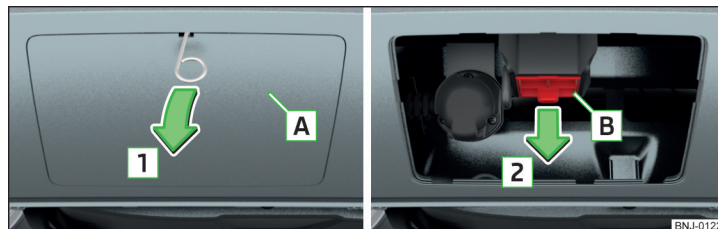

Abb. 145 Abdeckkappe abnehmen: am hinteren Stoßfänger / für den Aufnahmeschacht
- Die Abdeckkappe **A** » Abb. 145 in Pfeilrichtung **1** mithilfe des zum Bordwerkzeug gehörenden Bügels zum Abziehen der Radvollblenden » Seite 173 abnehmen.
- Die Abdeckkappe **B** » Abb. 145 auf Seite 133 entgegen der Pfeilrichtung **2** einsetzen.
- Die Abdeckkappe **A** » Abb. 145 auf Seite 133 an die „Häkchen“ im unteren Stoßfängerbereich ansetzen.